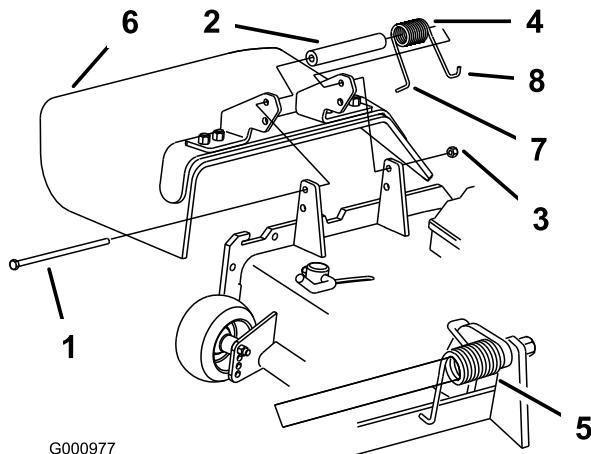

Figure 1
- Retirez le contre-écrou, le boulon, le ressort et l'entretoise qui fixent le déflecteur aux supports de pivot (Figure 1). Retirez le déflecteur d'herbe.